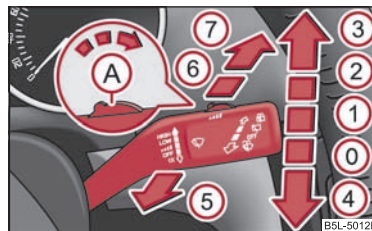

Fig. 57 Palanca de limpiaparabrisas
La palanca de limpiaparabrisas ⇒ fig. 57 tiene las siguientes posiciones:
- Si está conectado el barrido lento ② o rápido ③ ⇒ página 64, fig. 57 y la velocidad del vehículo disminuye por debajo de 4 km/h se conectará la velocidad de barrido inmediatamente inferior. En caso de aumentar la velocidad a más de 8 km/h se restablecerá el anterior barrido.
- Conecte el encendido - Posición ② ⇒ página 112.
- Presionar cinco veces en 5 segundos la palanca de mando en la posición ⑥ ⇒ página 64, fig. 57.
Los faros se limpiarán después del primer y tras cada quinto rociado del parabrisas si está conectada la luz de cruce o de carretera y se ha mantenido la palanca del limpiaparabrisas durante aprox. 1 segundo en la posición ⑤ ⇒ página 64, fig. 57.
- A continuación, empujar en el transcurso de 10 segundos la palanca del limpiaparabrisas a la posición ④ ⇒ página 64, fig. 57 - los brazos de las escobillas se desplazarán a la posición de servicio.